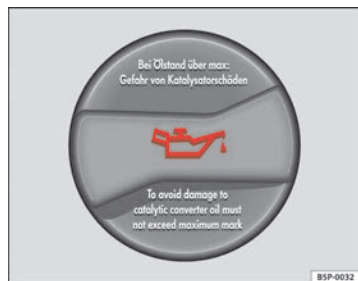

Fig. 119 Tapón de la boca de llenado de aceite del motor en el vano motor
- Desenrosque el tapón de la boca de llenado de aceite del motor ⇒ **fig. 119**.